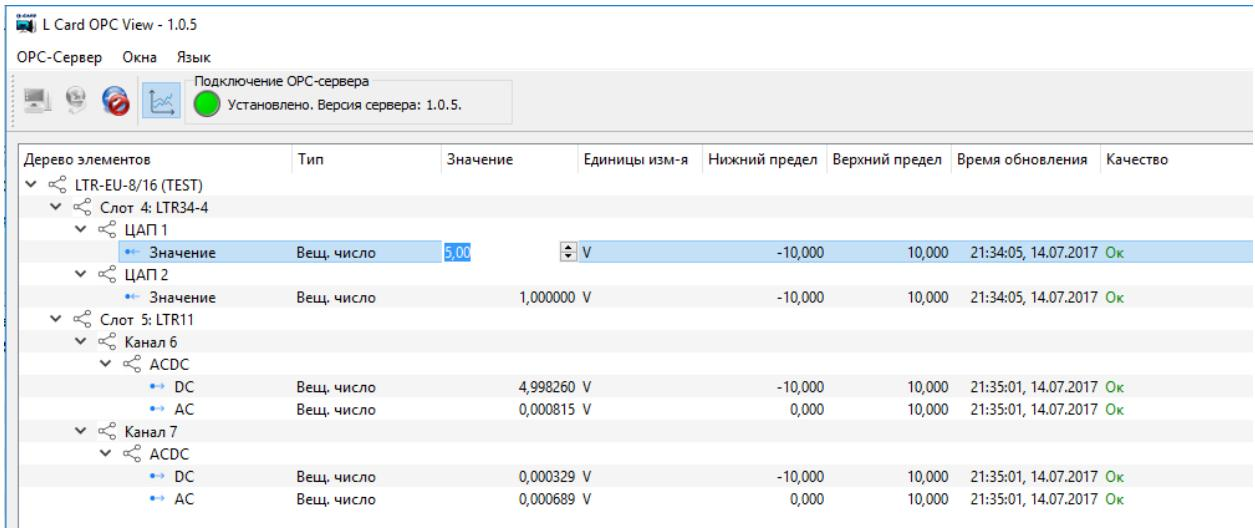

Рис. 4.4: Ввод значения для записи OPC-элемента
- “Значение” — полученное значение элемента (если не действительно — отображается пустое поле). Если значение представляет собой массив, то строка отображения выглядит следующим образом: [<размер>]:<первый элемент массива>..<последний элемент массива>. Все значения можно увидеть в окне “График значений OPC-элемента”. Если элемент доступен для записи, то при двойном нажатии левой кнопкой мыши появится редактор значения (рисунок 4.4), где его можно изменить и нажать на клавиатуре “Ввод”, после чего будет выполнена запись введенного значения. Само же значение в столбце изменится, как только из OPC-сервера будет прочитано обновленное значение элемента.